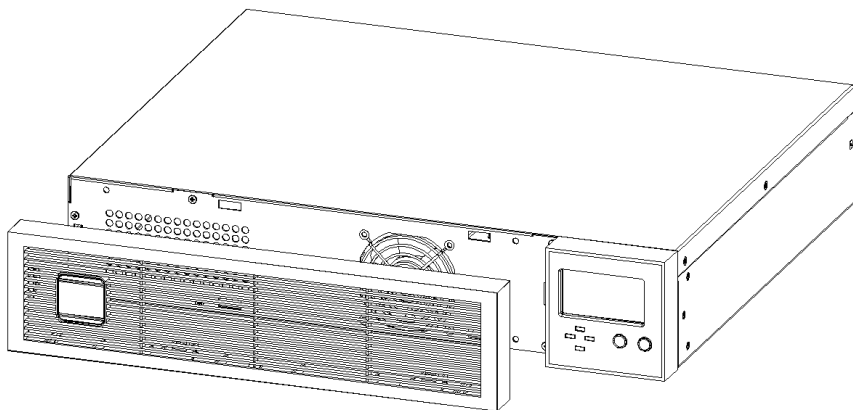

图 5-3 拆下左侧塑胶面板
1. 轻轻拆下 UPS 的左侧塑胶面板。如图 5-3 所示。